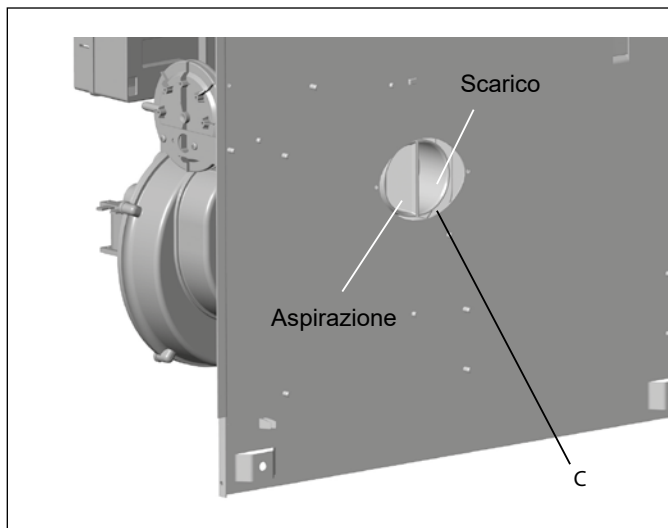
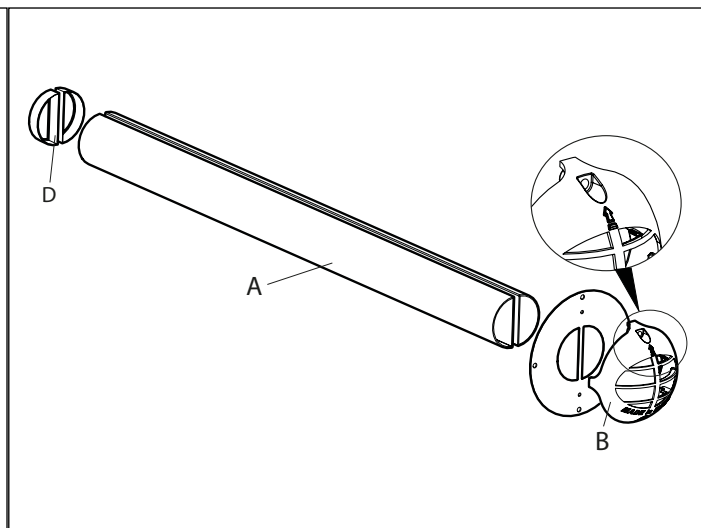
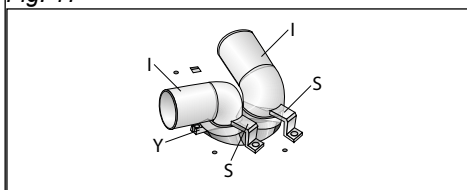

Fig. 11
Fig. 12
Fig. 18
Con riferimento alla Fig. 11, l'aspirazione è a sinistra e lo scarico a destra.
- Montare sulle tubazioni **A** le guarnizioni di tenuta **D** ed inserirle, così predisposte, nei tronchetti **C** dell'apparecchio aiutandosi con dello scivolante (vedi Fig. 11 e Fig. 12). Porre attenzione a che le guarnizioni siano correttamente inserite e che non creino ostruzione al passaggio di aria e fumi.
Per identificare l'aspirazione e scarico fare riferimento alla Fig. 11 e Fig. 12.
- Innestare aiutandosi con dello scivolante la riduzione **F** nel tronchetto **C** (Fig. 11) fissandola con la vite **Y** (a corredo) al fondello dell'apparecchio (Fig. 18).
- Le curve **I** vanno fissate al fondello con le apposite staffe **S** fornite nel KIT di sdoppiaggio (Fig. 18).